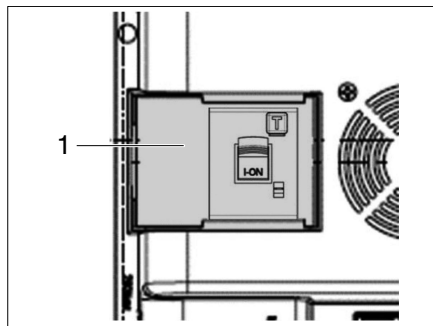

Bild 56 230-Volt-Kombi-Sicherungsautomat
Das 230-Volt-Stromnetz (Außenanschluss) ist mit einem Kombi-Sicherungsautomaten (Bild 56,1) an der E-Box ausgestattet. Dieser beinhaltet eine Fehlerstromschutzeinrichtung (FI) und den Leitungsschutz. Der Kombi-Sicherungsautomat springt bei Kurzschluss, Fehlerstrom und bei Überlastung im Leitungsnetz an.